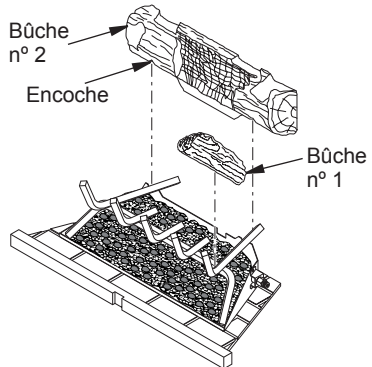

Figure 23 - Installation des bûches n° 1 et n° 2
1. Placez la petite bûche (bûche n° 1) à l'avant droit de la grille, tel qu'illustré à la figure 23.
2. Placez la grosse bûche arrière (bûche n° 2) sur la grille en vous assurant que les encoches reposent sur la grille, tel qu'illustré à la figure 23.